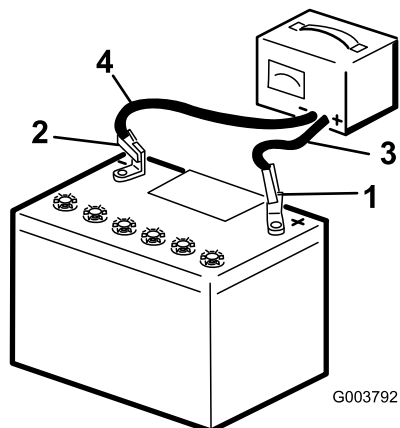

Figura 30
3. Cargue la batería durante 10 a 15 minutos a 25–30 amperios, o durante 30 minutos a 4–6 amperios (Figura 30). No sobrecargue la batería.
4. Cuando la batería esté completamente cargada, desconecte el cargador de la toma de electricidad, luego desconecte los cables del cargador de los bornes de la batería (Figura 30).